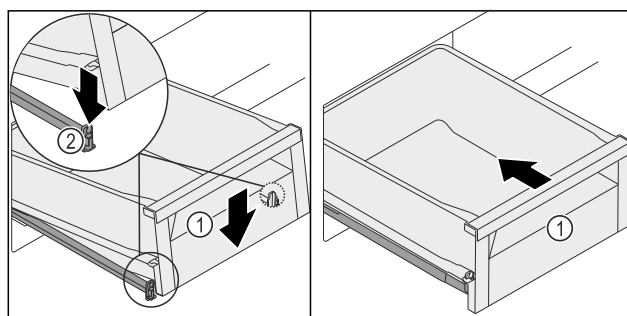

Fig. 130
- Schubfach Fig. 130 (1) vorne absenken, so dass das Schubfach links und rechts in die Klemme Fig. 130 (2) rutscht.
- ▷ Schubfach Fig. 130 (1) rastet hörbar ein.
- Schubfach Fig. 130 (1) einschieben.